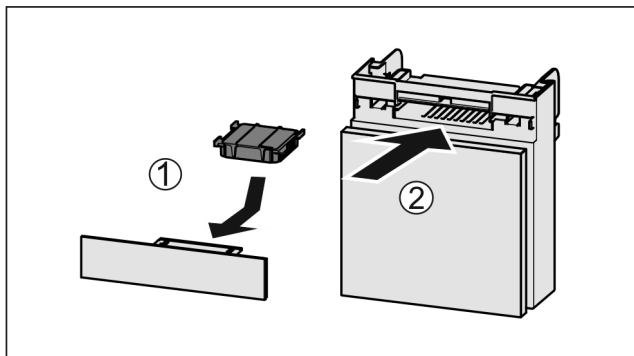

Fig. 153
- ▶ Поставете Fig. 153 (1) филтъра с активен въглен, както е показано на фигурата.
- ▶ Вкарайте Fig. 153 (2) отделението.